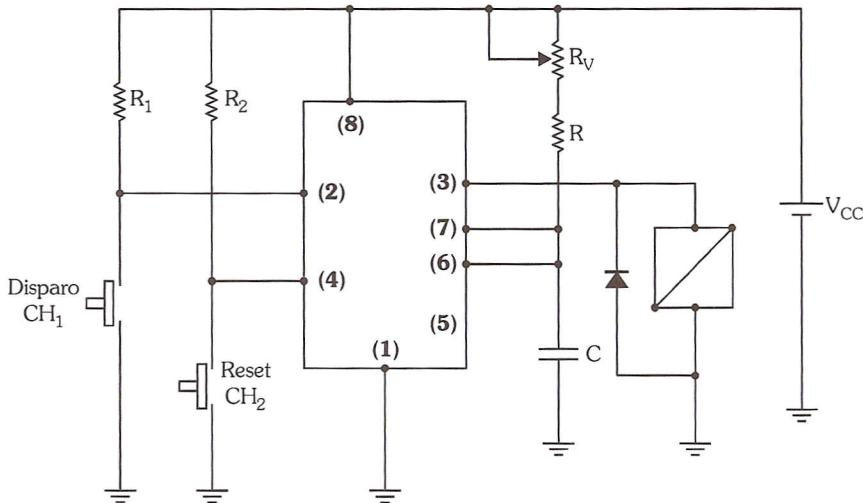

Figura 2.9: Monoestável: temporizador.
É um circuito que permite temporizar uma carga de um T_{\min} a um T_{\max} , variando um potenciômetro R_V . Na Figura 2.9 CH_1 inicia a temporização e a chave CH_2 permite desligar (resetar) a carga antes do tempo T_i .
5. Calcule R e R_V na Figura 2.9 para resultar um tempo mínimo de 11s e um tempo máximo de 55s na temporização. Dados: $C = 1000\mu F$.